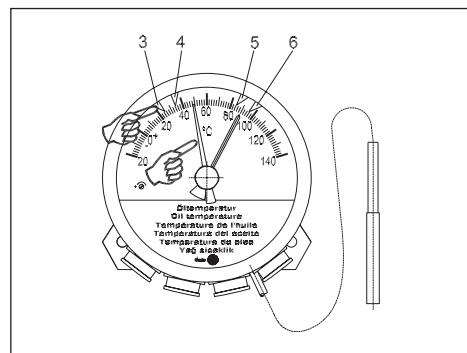

Fig. 4
4.2 Contrôle et ajustement des microrupteurs (fig. 4)
Pour contrôler les microrupteurs qui sont situés à droite de l'aiguille, faites tourner l'aiguille à la main dans le sens des aiguilles d'une montre, au-delà des microrupteurs, puis dans le sens de retour. Un ressort de rappel ramène l'aiguille dans sa position initiale (fig. 4).